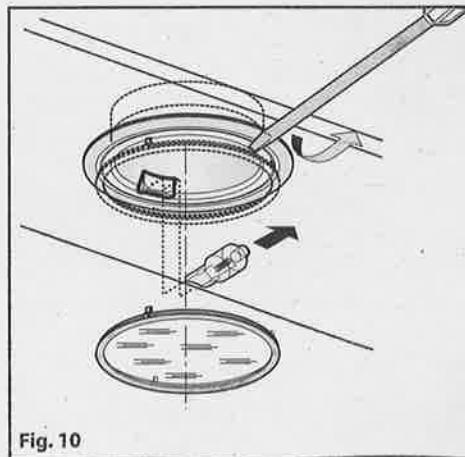

Fig. 10
• Sostituzione delle lampade alogene (Fig.10**).**